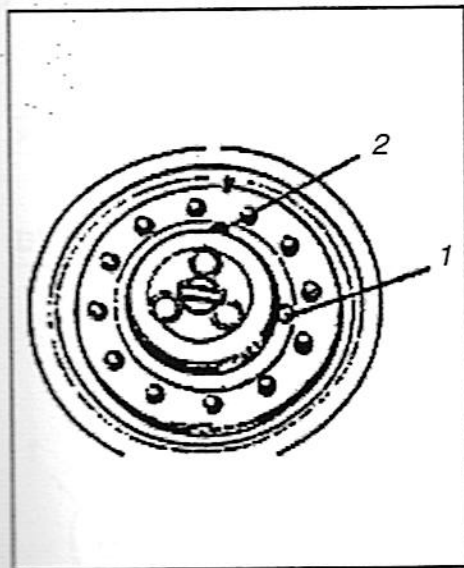

Fig. 27 - Engrenaje planetario/posición para llenar
3. Después del drenaje completo, movimiento el rodillo de manera que los tapones estén en posición de 12:15 hs. (ver fig. 27).